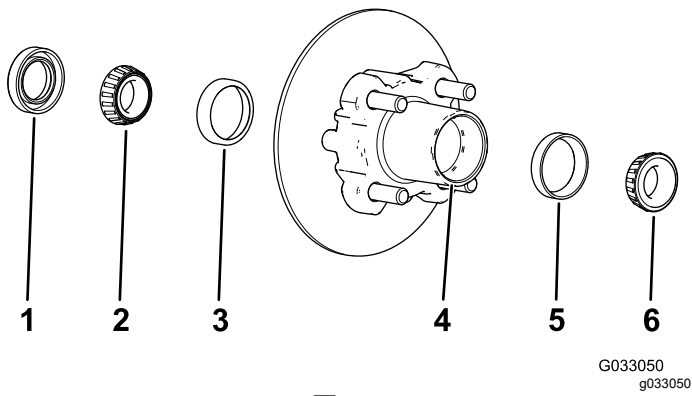

图 36
1. 从轮毂上拆下外置轴承和轴承座圈 图 36。
- 从轮毂上拆下密封件和内置轴承图 36。
- 清除轮毂轴承腔内的所有润滑脂、污垢或碎屑图 36
- 向轮毂轴承腔注入 5080% 的指定润滑脂图 36。
- 将内置轴承装入轮毂内侧的座圈上并装上密封件图 36。